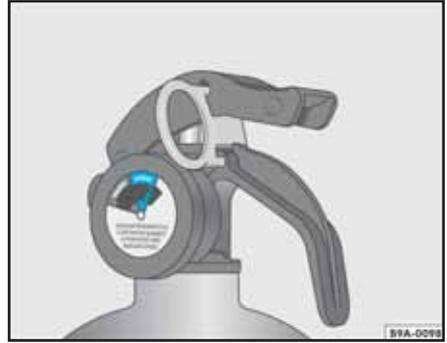

Fig. 160 Manómetro: indicador de carga
- Manómetro - La aguja debe estar en el margen verde (cargado) ⇒ fig. 159 o ⇒ fig. 160.